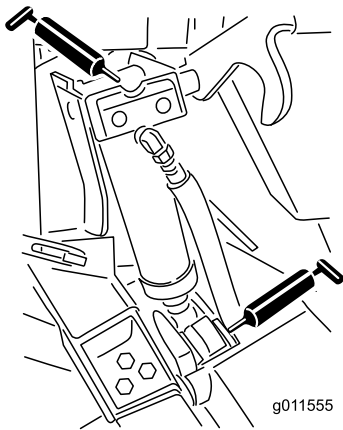

Figura 51
- 4 casquillos de los cilindros de elevación (Figura 51)